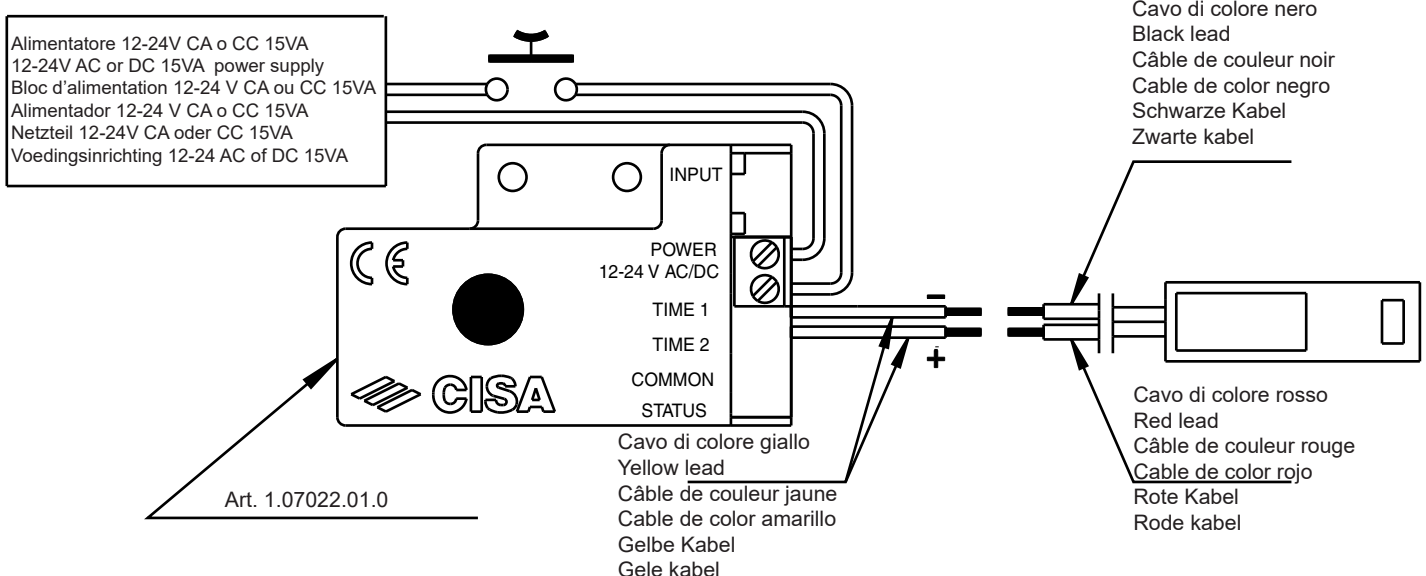

FIG. 13
ELETTROMANIGLIA (art. 1.07074.80.0) (fig. 13)
12. Per il corretto funzionamento dell'elettromaniglia è necessario collegare i fili giallo del booster (art. 1.07022.01.0 in dotazione) all'elettromaniglia e collegare i fili della tensione di alimentazione ai morsetti **POWER** e **AC/DC** come nello schema di fig. 13:
- collegare il booster ed il cavo rosso/nero fornito con l'elettromaniglia come indicato nella fig. 13.
POIGNEE ELECTRIQUE (art. 1.07074.80.0) (fig. 13)
12. Pour un fonctionnement correcte de la poignée électrique, il faut brancher les fils jaunes du surpresseur (art. 1.07022.01.0 en dotation) à la poignée électrique et brancher les fils de la tension d'alimentation aux bornes **POWER** et **CA/DC**, comme sur le schéma de la fig. 13 :
- brancher le surpresseur et le câble rouge/noir fourni avec la poignée électrique, comme indiqué sur la fig. 13.
ELEKTRODRÜCKER (Art. 1.07074.80.0) (Abb. 13)
12. Für das einwandfreie Funktionieren des Elektrodrückers ist es erforderlich, die gelben Boosterkabel (Art. 1.07022.01.0, mitgeliefert) an den Elektrodrücker anzuschließen und die Stromkabel an die Klemmen **POWER** und **AC/DC** gemäß Abb. 13:
- Den Booster und das mit dem Elektrodrücker gelieferte rot/schwarze Kabel wie auf Abb. 13 zu sehen anschließen.
ELECTRIC HANDLE (item 1.07074.80.0) (fig. 13)
12. To ensure the electric handle smooth operation, the yellow booster (supplied item 1.07022.01.0) leads should be connected to the electric handle; the input voltage leads should be connected to the **POWER** and **AC/DC** terminals as shown in fig. 13.
- Connect the booster and the red/black lead supplied with the electric handle as shown in fig. 13;
ELETTROMANILLA (Art. 1.07074.80.0) (Fig. 13)
12. Para el correcto funcionamiento de la electromanilla, es necesario conectar los conductores amarillos del booster (Art. 1.07022.01.0 suministrado) a la electromanilla y los conductores de tensión de alimentación a los bornes **POWER** y **AC/DC**, según el esquema de la Fig. 13:
- conecte el booster y el cable rojo/negro suministrado con la electromanilla, según lo indicado en la Fig. 13;
ELEKTRISCHE HANDGREEP (art. 1.07074.80.0) (fig. 13)
12. Voor een juiste werking van de elektrische handgreep moeten de gele draden van de booster (art. 1.07022.01.0 bijgeleverd) aan de elektrische handgreep worden aangesloten en de draden van de voedingsspanning aan de klemmen **POWER** en **AC/DC** zoals op het schema van fig. 13:
- sluit de booster en de rood/zwarte kabel die bij de elektrische handgreep zijn geleverd aan volgens fig. 13.